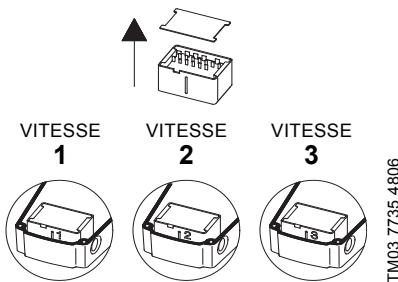

Fig. 14 Commutateur de vitesse
- Retirez le module de commutation des vitesses et remettez-le en place de façon à ce que la vitesse désirée soit visible par la fenêtre du boîtier de raccordement (voir la fig. 14).